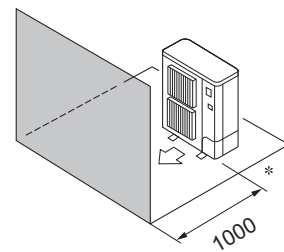

Fig. 3-8
- ④ Obstáculos sólo en la parte delantera (Fig. 3-8)